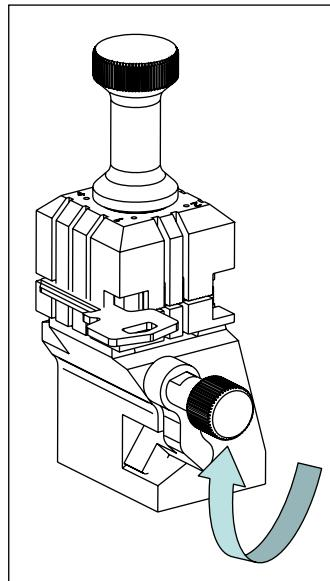

FIG. 14
1. Anschlag: Hals (C): Dies ist die am häufigsten vorkommende Art. Der Anschlag des Schlüssels wird mithilfe des mechanischen Anschlags der Spannbacke gefertigt. (Abb. 14)